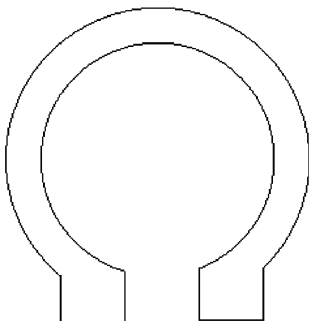

图 6-20 打开模型文件
STEP 01 单击快速访问工具栏中的“打开”按钮, 打开模型文件, 如图 6-20 所示。